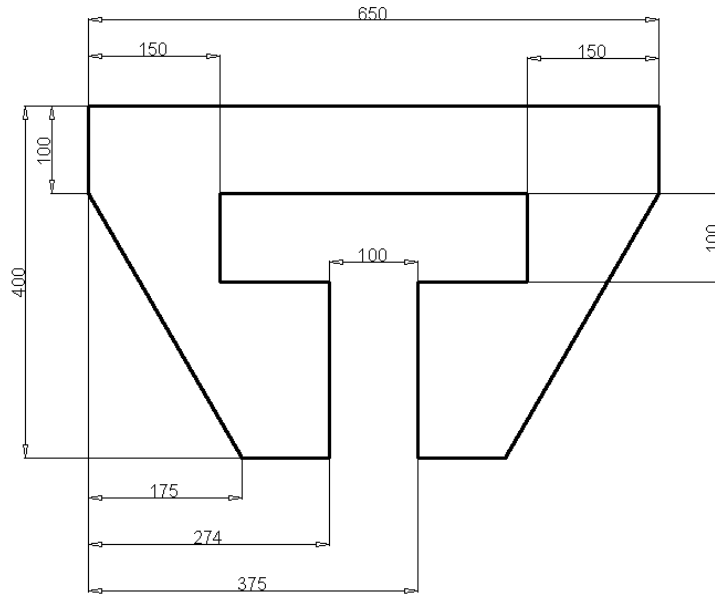

Figure 26. Exercice Miroir
- Dessiner la pièce de la Figure 26 .